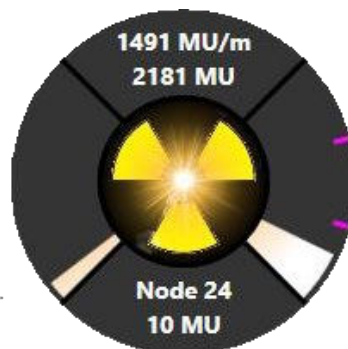

Figura 8.4.6: Avance del haz
- El cuadrante derecho muestra el avance en esta sesión de tratamiento. Si hay isocentros múltiples, este cuadrante se divide en secciones con una pequeña muesca rosa. Cada sección es un isocentro. (En la Figura 8.4.6.1, se muestran tres isocentros).